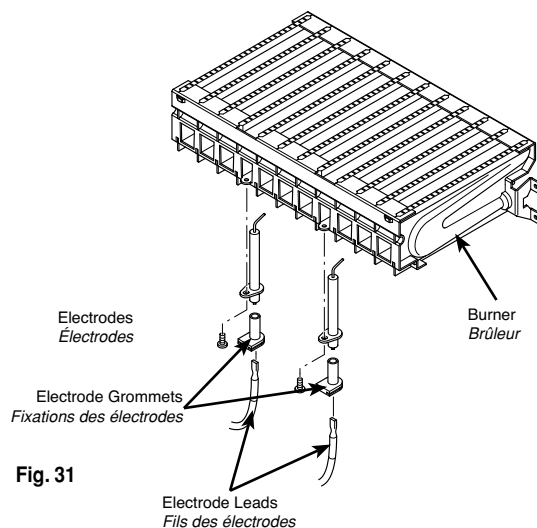

Fig. 31
8.3 Burner (Fig. 31)
8.3 Brûleur (Fig. 31)